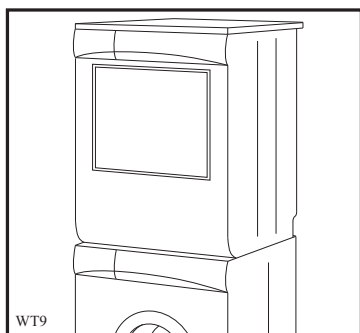

Fig 5
- modèles sans élément socle (fig. 5 et 6);